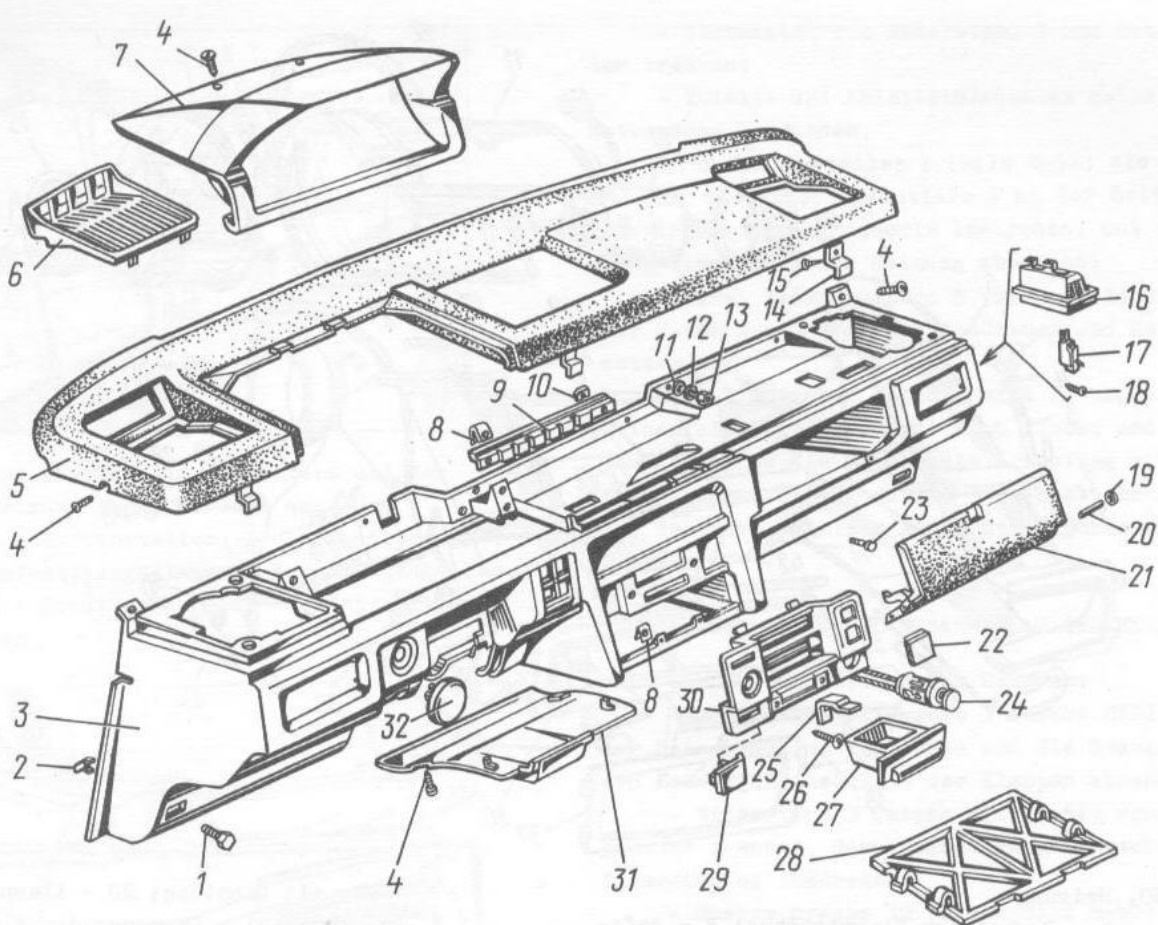

Bild 8-49. Teile des Armaturenbrettes:
- Schrauben 4 (Bild 8-49) zur seitlichen Befestigung des Deckels 5 des Armaturenbrettes losdrehen;